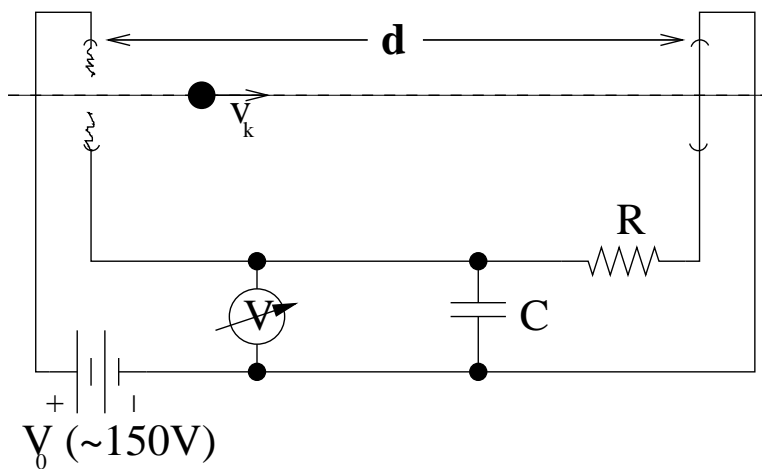
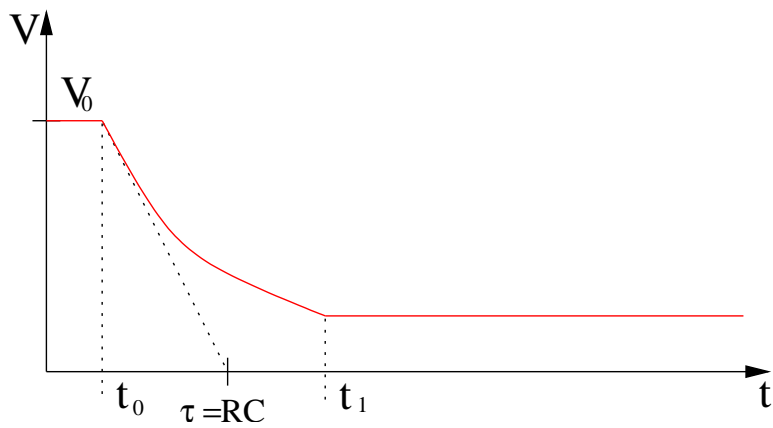

FIG. 3 – Schéma électrique pour l'expérience 3.
FIG. 4 – Evolution de la tension dans le temps.
Dans cette méthode la vitesse du projectile est mesurée en utilisant un dispositif tel qu'il est montré dans la figure 3. Le circuit fonctionne de la manière suivante : En état stationnaire (les deux fils conduisent encore) la capacité C est chargée et à ses bornes on retrouve la tension de l'alimentation. Un courant constant $I = V_0/R$ traverse la résistance R . Maintenant, quand le projectile coupe le premier fil, le condensateur se décharge à travers la résistance jusqu'à ce que le deuxième fil soit coupé aussi. La figure 4 montre l'évolution temporelle de la tension aux bornes du condensateur. Donc, en connaissant la caractéristique de décharge du condensateur et en mesurant la tension finale sur ces bornes, on peut déterminer le temps pendant lequel il a été déchargé et donc la vitesse du projectile.
3. Branchez les composants d’après le dessin schématique sur la figure 3. **Attention!** Faites contrôler votre montage par un assistant TPD avant d’enclencher l’alimentation. Sur les bornes de l’alimentation il y a une tension de 130 V ce qui est une tension considérable et peut être dangereux si vous touchez un contact.